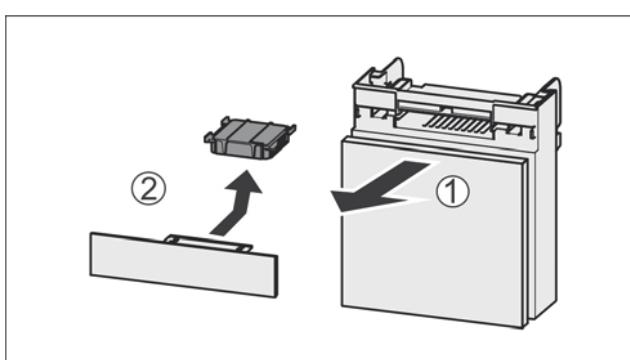

Fig. 126
- Вытянуть Fig. 126 (1) отделение движением вперед.
- Извлечение Fig. 126 (2) фильтра с активированным углем.